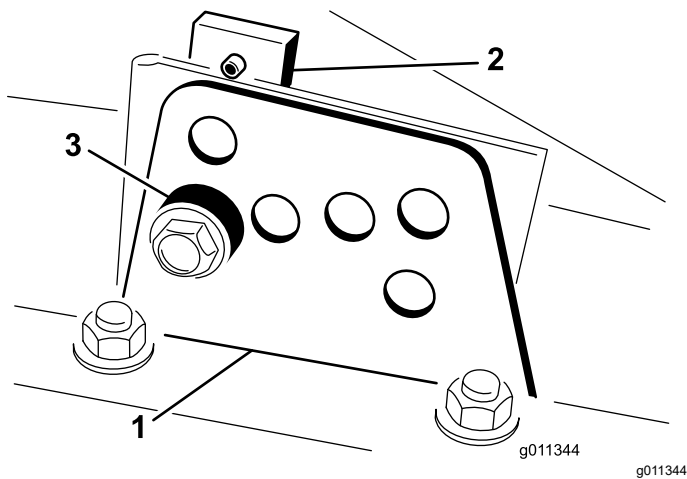

図 25
2. 図25のように、各刈り高ブラケットを刈り高プレート前と右と左に固定しているボルトをゆるめる。
4. チェンバを支えておきながらスペーサを取り外す 図 25。